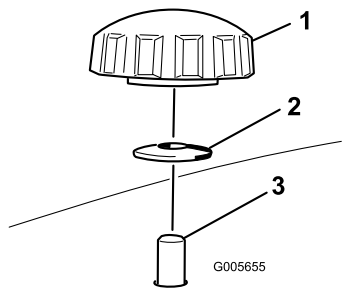
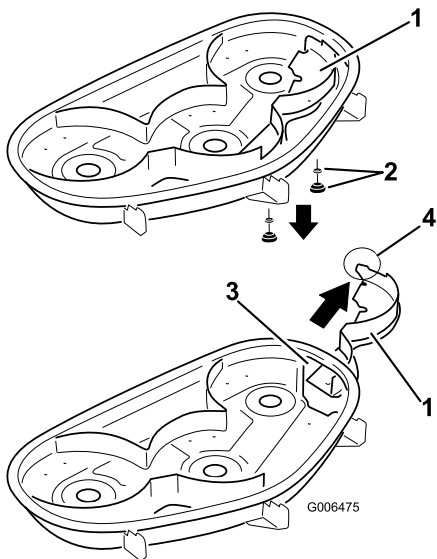

Figura 18
Figura 19
4. Retire los 2 pomos y las arandelas curvas que sujetan el deflector derecho al cortacésped, según se muestra en Figura 18.
5. Retire el deflector derecho y baje el deflector de hierba sobre el orificio de descarga, según se muestra en Figura 19 y Figura 18.
4. Pase el deflector derecho por el orificio de descarga y fíjelo con 2 pomos y arandelas curvas (cara ahuecada hacia el cortacésped) según se muestra en Figura 18 y Figura 19.